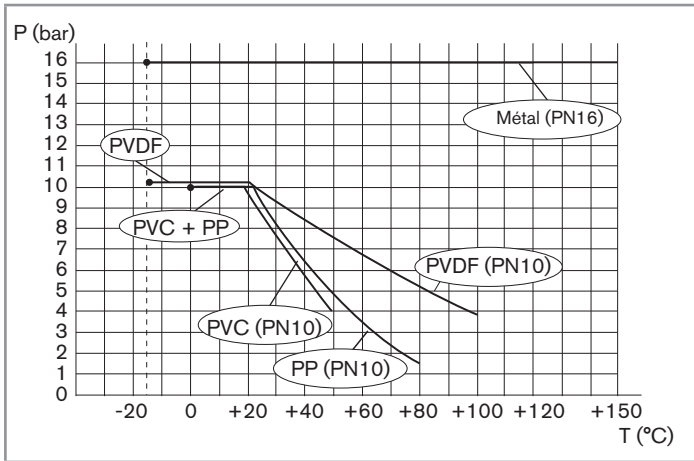

Fig. 3 : Courbes de dépendance température - pression du fluide, des raccords en T utilisés seuls
- Tenir compte de la dépendance température-pression du fluide selon la nature des matériaux du raccord (voir Fig. 3) et de celle de l'appareil de mesure utilisé (voir le manuel utilisateur correspondant).